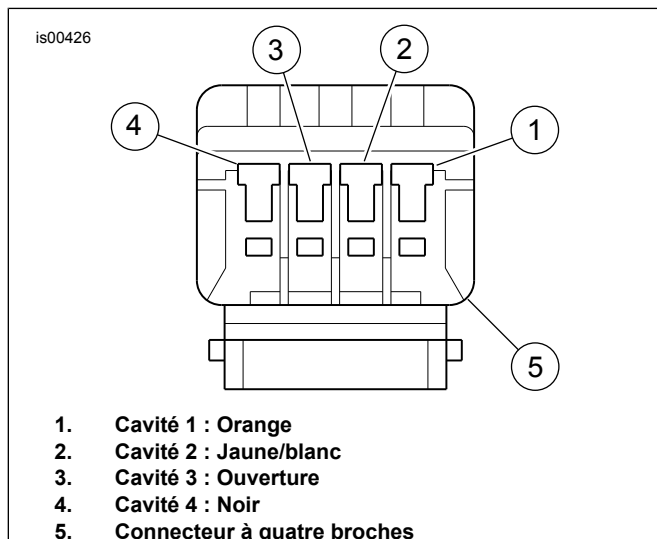
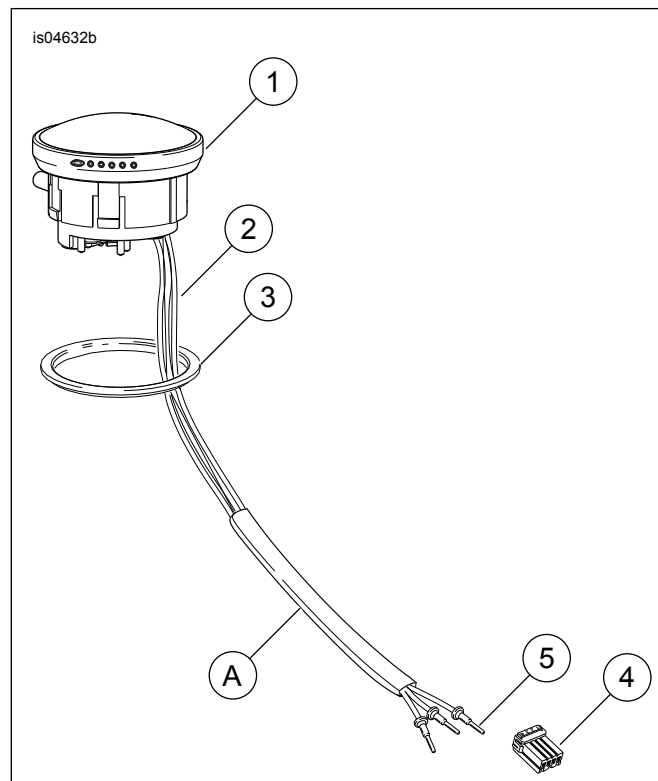

Figure 2. Connecteur à quatre broches (vu de l'extrémité du fil)
Figure 3. Pièces de rechange : Kit de jauge de carburant à DÉL
Voir Figure 3 et Tableau 1.
2. Voir Figure 3. Appuyer sur la goupille du côté borne femelle du connecteur et séparer les moitiés mâle et femelle.
4. Voir Figure 3. Retirer la jauge de carburant en saisissant fermement et en tirant vers le haut avec soin (SANS tourner) jusqu'à ce que la jauge soit libérée du réservoir de carburant. **Modèles à carburateur** : débrancher les deux connecteurs de capteur. Acheminer le conduit et les deux fils vers le haut dans le tube tout en retirant la jauge. Retirer et jeter la jauge de carburant. **Modèles à injection de carburant** : acheminer le conduit et les trois fils vers le haut dans le tube tout en déposant la jauge.
2. Voir Figure 3. Monter le nouveau joint (3) sur la jauge de carburant à DÉL (1) du kit. Installer le joint de sorte que le côté plat touche le bord de la jauge.
3. Tout en abaissant avec soin la jauge de carburant, acheminer le faisceau de fils (2) vers le bas dans le tube de vidange jusqu'à ce que les trois fils courts (orange, noir et jaune/blanc) sortent du trou au fond du réservoir de carburant. Tirer doucement sur les fils pour supprimer le mou tout en installant la jauge sur le réservoir de carburant. Ne pas tordre la jauge pendant l'installation. Tenir fermement la jauge et appuyer vers le bas jusqu'à ce qu'elle s'enclenche.
4. Voir Figure 2. Poser trois fils (1, 2 et 4) dans les cavités correctes du connecteur à quatre broches du kit. Se reporter à la section CONNECTEURS ÉLECTRIQUES AMP MULTILOCK, INSTALLATION DES BORNES MÂLES/FEMELLES du manuel d'entretien.